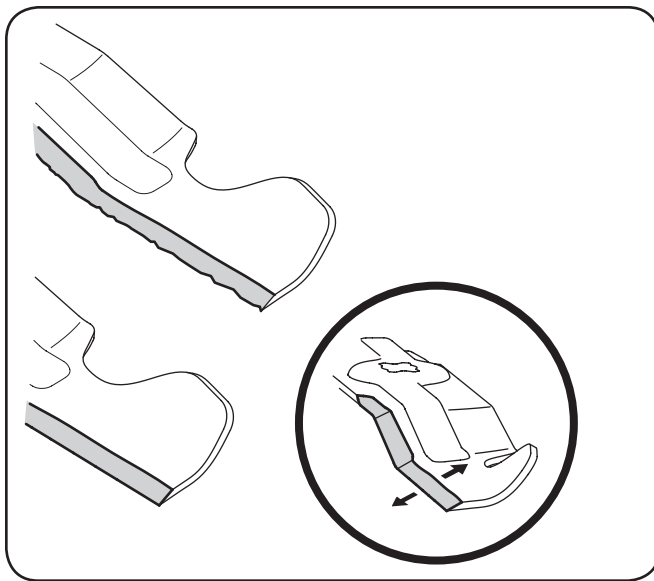

Figure 7-6
- Afin de correctement aiguiser les lames de coupe, aiguissez les deux extrémités des lames de façon égale au long du bord tranchant, parallèlement à la voile, à un angle de 25 à 30 degrés. Aiguissez toujours chaque lame de coupe de façon égale afin que les lames demeurent bien équilibrées. Voir Figure 7-6.